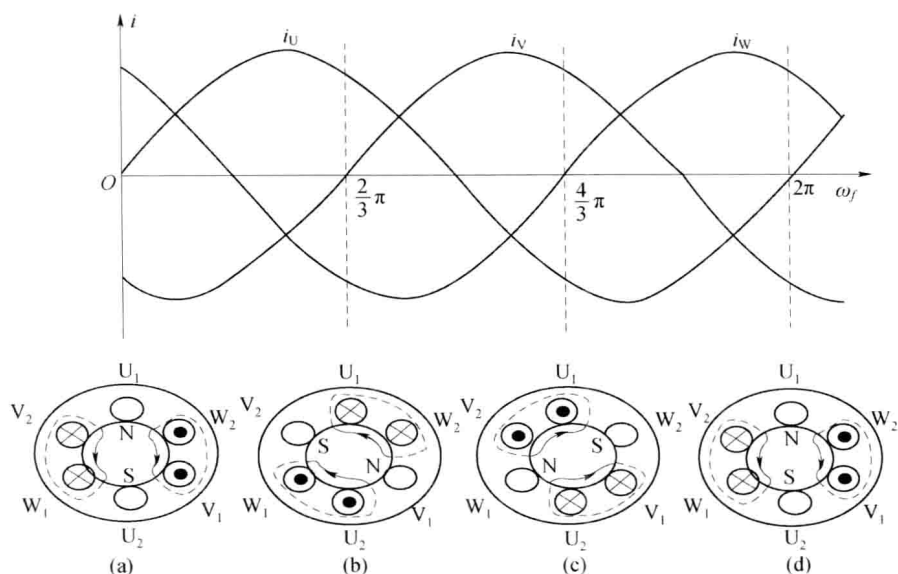

图 1-2 旋转磁场
(1) 旋转磁场（见图 1-2）。
(2) 转子是闭合导体。